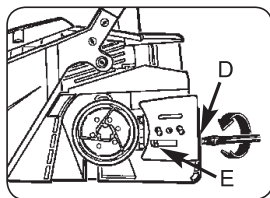

Рис. 3D
3. С помощью отвертки завинчивайте регулирующий винт (D) против хода часовой стрелки до тех пор, пока ведущий элемент (E) (выступающий наружу зубец) не дойдет до конца своего пути к барабану сцепления и цепному зубчатому колесу (Рис. 3D).